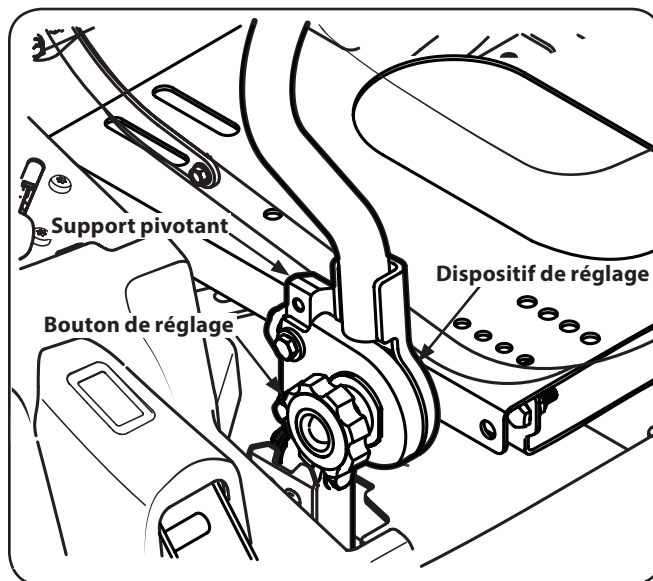

Figure 6-6
1. Desserrez le bouton de réglage situé sur le côté de chaque barre de conduite. Voir Figure 6-6.
3. Serrez le bouton de réglage pour fixer la barre de conduite en place. Voir Figure 6-6.